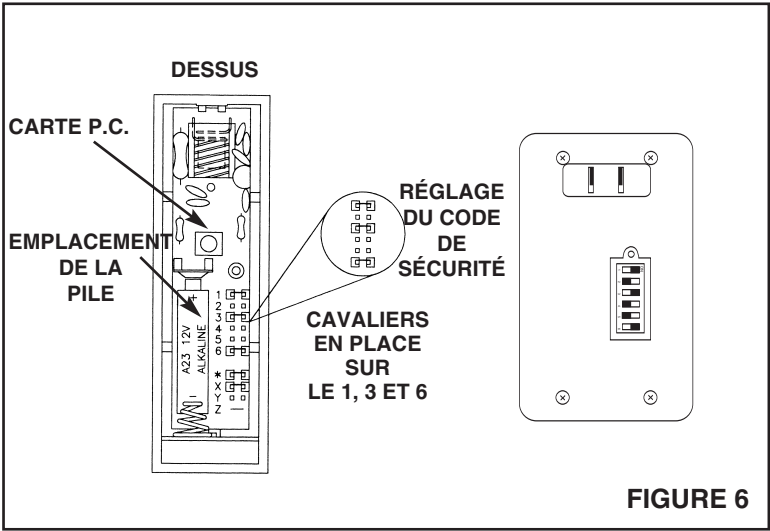

FIGURE 6
2. **Consultez la Figure 6.** Réglez les commutateurs du récepteur de façon qu'ils correspondent à ceux du transmetteur. Les jarretières du transmetteur doivent correspondre aux commutateurs réglés à ON dans le récepteur. Par exemple, si la jarretière 1 est installé, le commutateur 1 doit être en position ON.